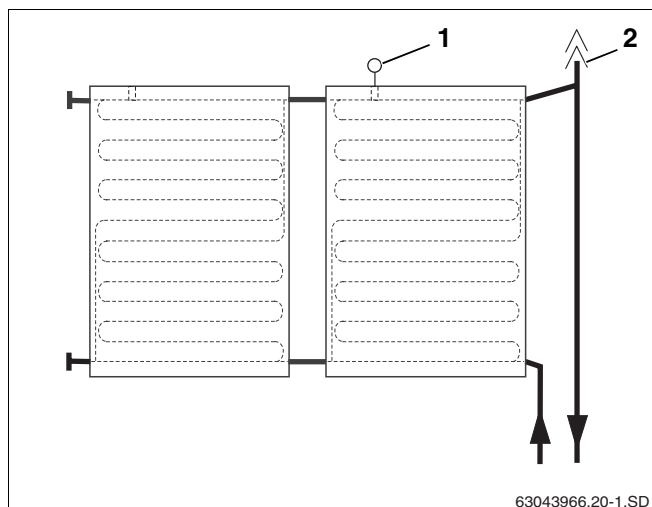

Fig. 54 Aperçu du pot de purge avec purgeur pour le raccordement de départ
Si vous souhaitez purger l'installation solaire avec un purgeur automatique (accessoire) au point le plus élevé de l'installation, la conduite de départ doit être posée en pente ascendante vers le purgeur (fig. 54, **pos. 2**) et la conduite de retour en pente ascendante vers le champ de capteur (fig. 54).